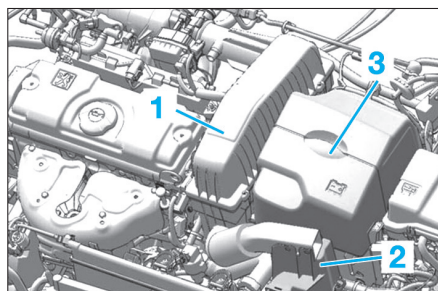

Fig. 1
- le filtre à air (1) (Fig.1),